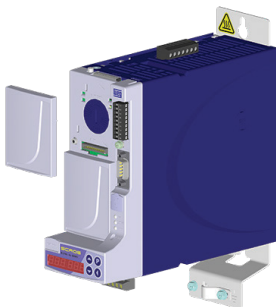

Figura 4.1: Retirar a tampa de proteção
2. Retirar a tampa de proteção do slot, conforme Figura 4.1 na página 20.